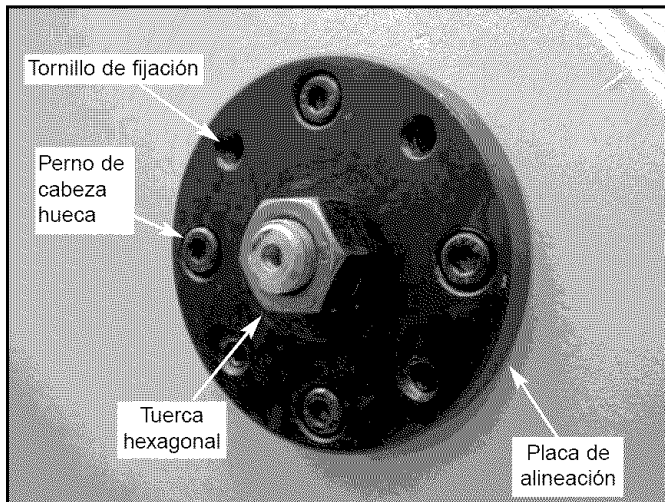

Figura 5 – Placa de Alineación
- La alineación correcta se logra cuando la rueda impulsora y la rueda loca están alineadas. La placa de alineación (vea la Figura 5) ubicada en la parte posterior del bastidor de la herramienta se usa para inclinar la rueda loca superior y alinear las tres ruedas de la hoja.